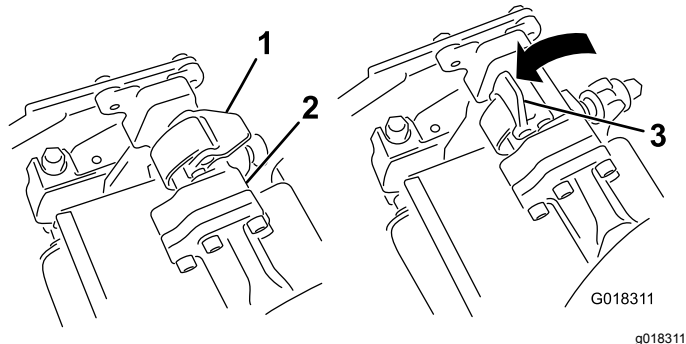
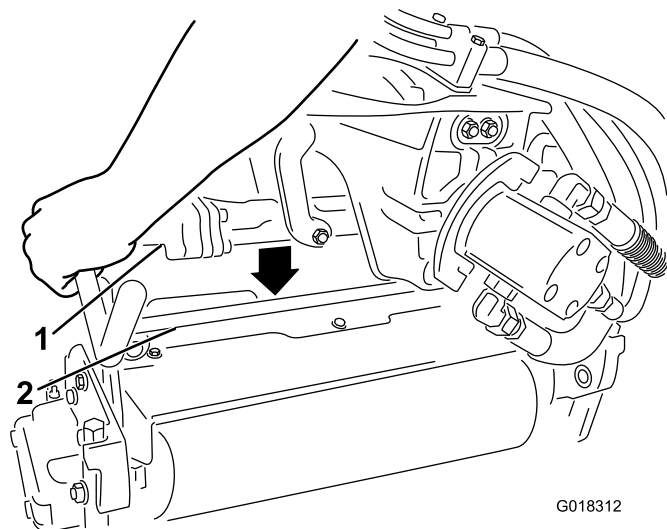

Рисунок 1
Рисунок 2
2. Когда защелки на штанге рычага подвески находятся в открытом положении (Рисунок 1), нажмите на рычаг подвески вниз, чтобы он сел на поперечную штангу наверху узла бороны (Рисунок 2).
3. Переведите защелки в закрытое положение, чтобы зафиксировать узел бороны на месте (Рисунок 1).